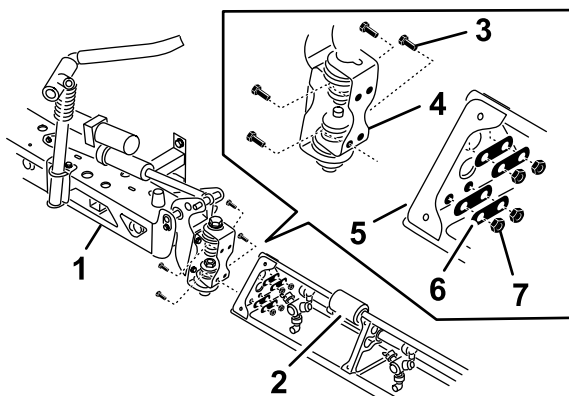

Figura 40
2. Gire las placas de giro del extremo de la sección del brazo central para que las placas estén alineadas verticalmente (Figura 40).
4. Instale la placa de pivote en la placa triangular usando los 4 pernos con arandela prensada, las 4 pletinas de refuerzo y las 4 contratuercas con arandela prensada (Figura 40) que retiró en el paso 1.
6. Alinee la rótula del vástago del cilindro de elevación del brazo con los orificios del codo de la placa de giro (Figura 40).
7. Sujete la rótula del vástago a la placa de giro con un pasador y una chaveta (Figura 40).